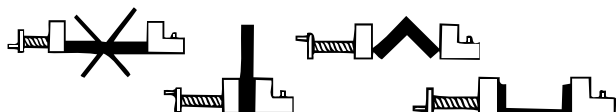

Figure 9
- Arrimez l'ouvrage correctement et assurez-vous qu'il soit axé par rapport à la lame (Figure 9).